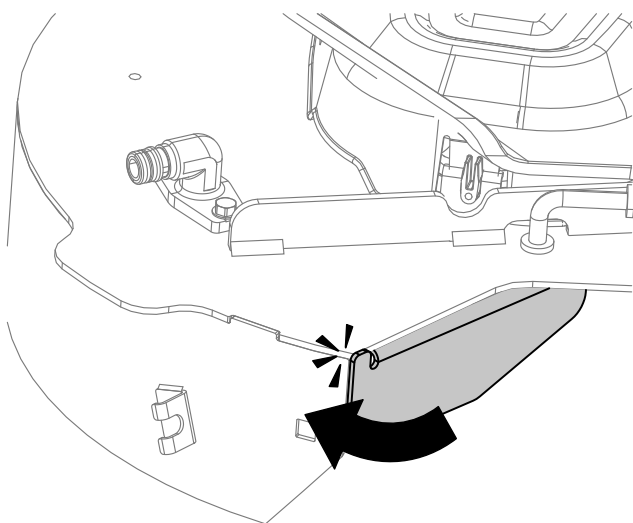

**Figura 19**
2. Montirajte novu malu pregradu na kućište kosilice na isto mesto sa kojeg je prethodno uklonjena pregrada (Figura 19).